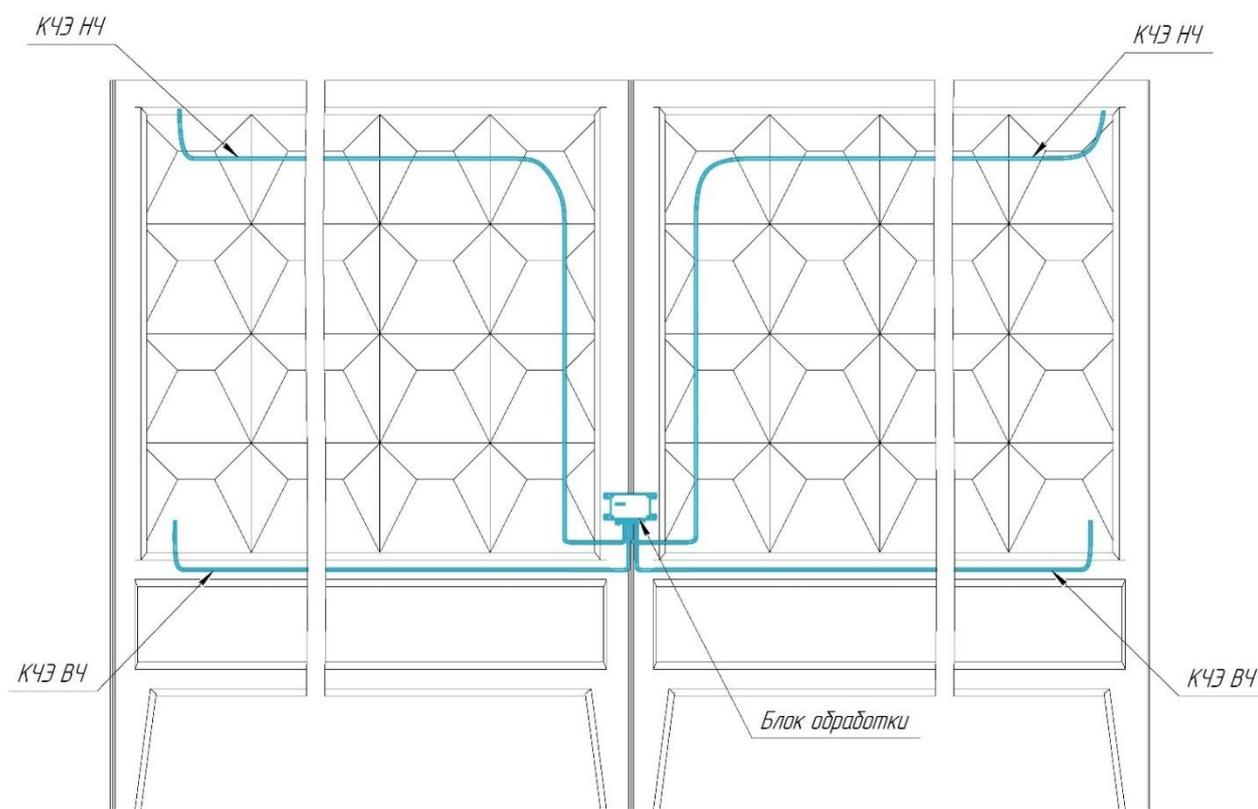

Рисунок 6
2) кабельный ЧЭ НЧ проложить по верхней части бетонного ограждения (Рисунок 6);
3) кабельный ЧЭ ВЧ проложить по нижней части бетонного ограждения (Рисунок 6);